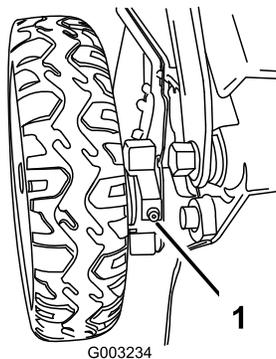

Figura 43
1. Limpie con un trapo limpio los engrasadores situados justo dentro de las ruedas traseras (Figura 43).